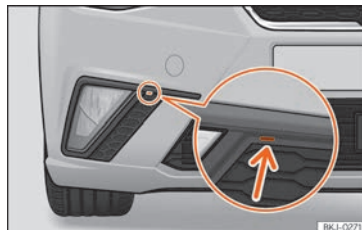

Fig. 165 Lampa de ceață: demontați grila
- Introduceți o șurubelniță în canelură » fig. 165 (săgeată). Apoi, scoateți clemele de pe marginea grilei prin ridicare ușoară.